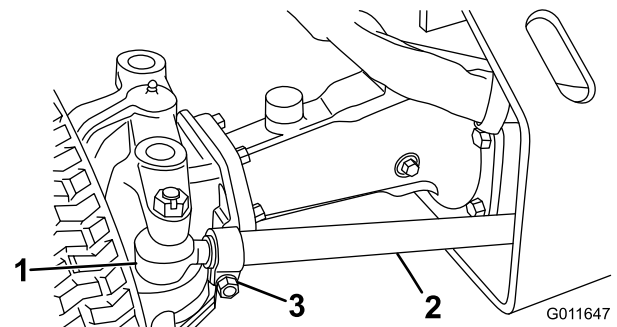

Bild 52
2. Nehmen Sie den Splint und die Mutter ab, mit denen das Kugelgelenk der Zugstange an der Befestigungshalterung an der Achse befestigt ist. Entfernen Sie das Kugellager von der Achse (Bild 52).
3. Lösen Sie die Schraube an der Spurstangen-Klemme (Bild 52). Drehen Sie das Kugellager heraus oder hinein, um die Länge der Spurstange anzupassen.